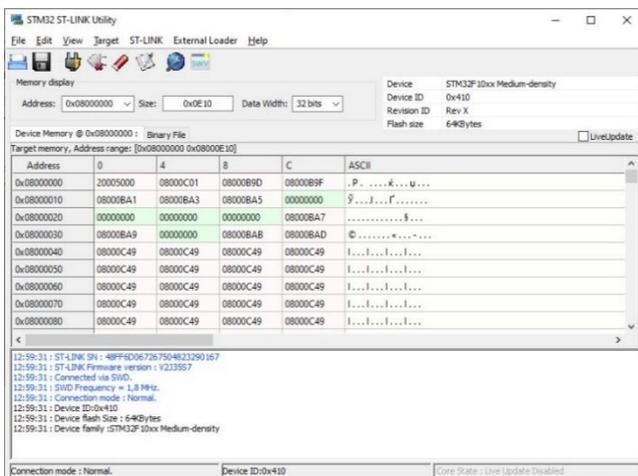

Рис. 4.1 – Интерфейс утилиты ST-Link Utility
1. Установить связь с микроконтроллером, выбрав в меню **Target** пункт **Connect** (рисунок 4.1). После этого утилита подключается к целевому устройству и отображает тип устройства,